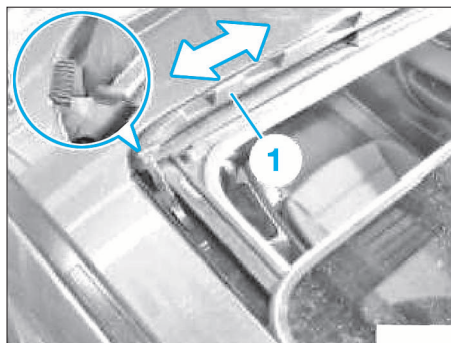

FIG. 70
- Décrocher le déflecteur d'air (1) à gauche et à droite avec précaution (Fig.70).